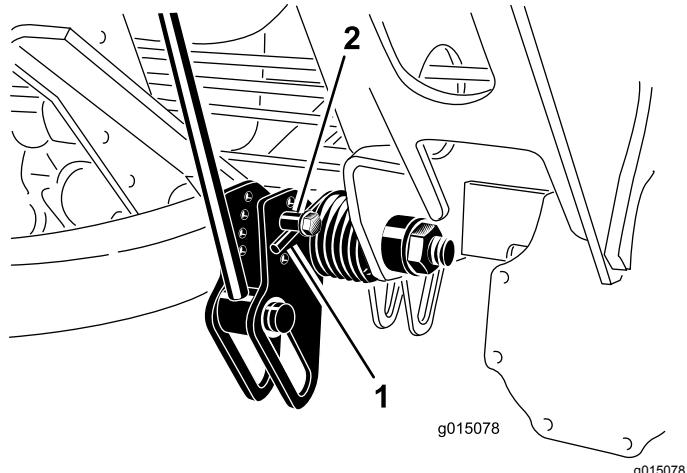

Bild 58
2. Führen Sie ein Rohr oder ein ähnliches Objekt in die lange Feder ein, um die Federspannung während der Einstellung aufzuheben (Bild 58).
3. Wenn Sie die Federspannung aufgehoben haben, nehmen Sie die Schraube und Sicherungsmutter ab, mit denen der Federaktuator an der Halterung befestigt ist (Bild 58).